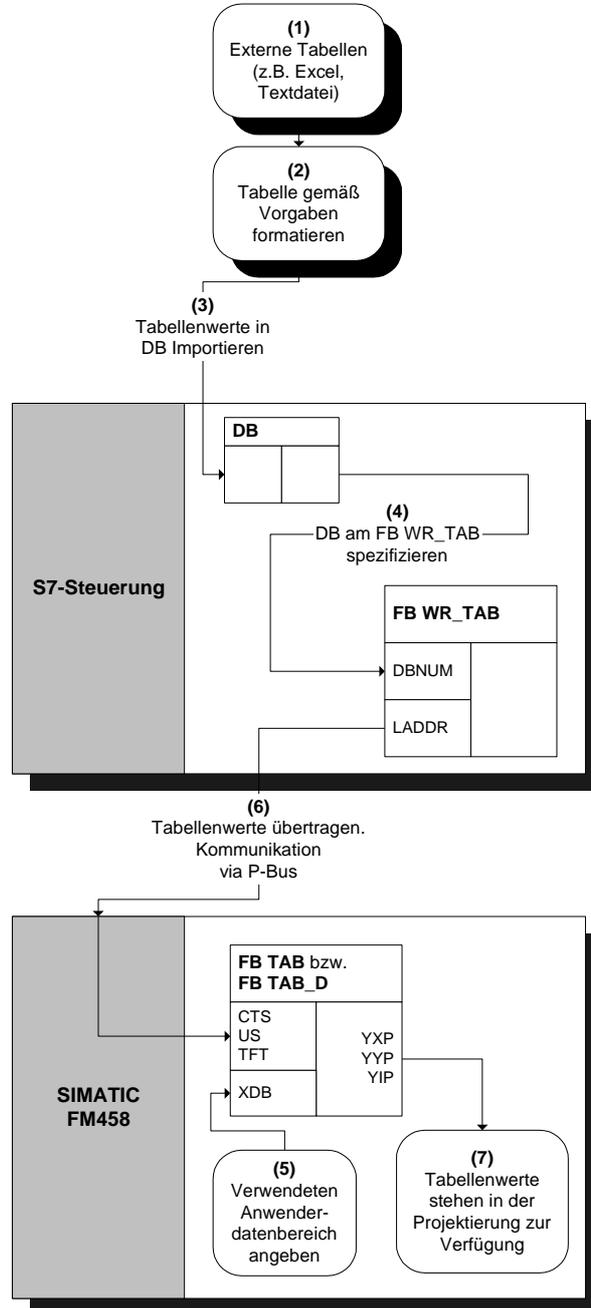

Bild 3-69 Prinzipielle Vorgehensweise beim "Automatikbetrieb: Kommunikation" (via P-Bus)
- **Automatikbetrieb: Kommunikation**, d.h. die Tabellenwerte werden über eine Kommunikationsschnittstelle (TCP/IP, DUST1, S7 über P-Bus) übertragen. Um Tabellenwerte von einer S7-Steuerung über den P-Bus an eine SIMATIC FM 458 Applikationsbaugruppe zu übertragen, ist zusätzlich der Funktionsbaustein WR_TAB auf S7-Steuerungsseite zu projektieren. (Vgl. Bild 3-69)